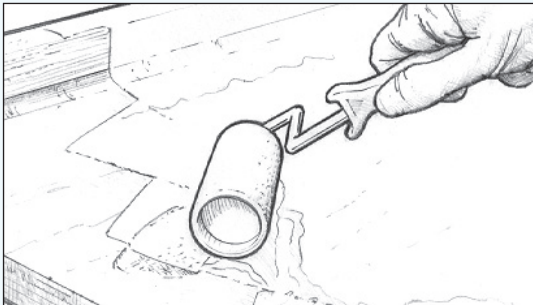

Abbildung 21 Tränken Sie poröse Flächen vor dem Auftragen der Spachtelmasse vor.
2. Tränken Sie poröse Oberflächen mit Harz/Härter-Mischung vor (Abbildung 21).